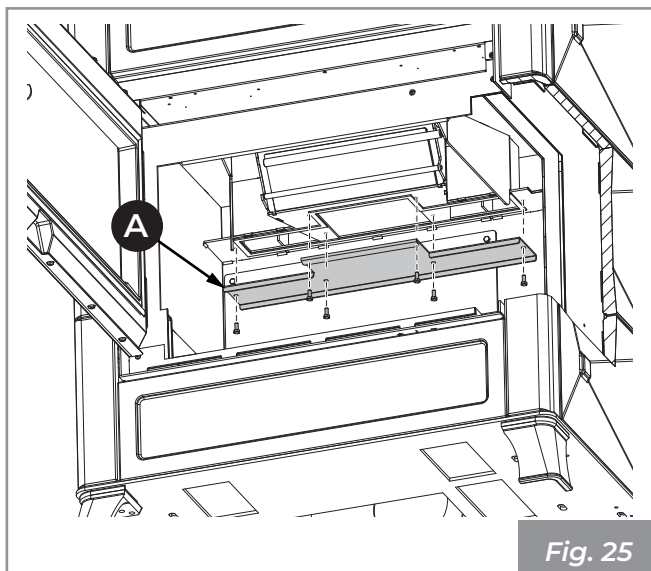

Fig. 25
Rimuovere il tappo collettore fumi (A) (Fig. 25).